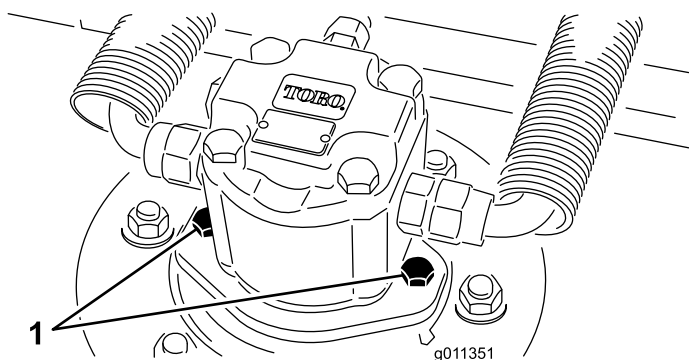

Figura 119
2. Scollegate e staccate il motore idraulico dall'apparato di taglio (Figura 119). Coprite la parte superiore del fusello per impedire che venga contaminato.
3. Montate il motore idraulico sull'apparato di taglio (Figura 119). Verificate che l'anello toroidale sia in sede e non sia danneggiato.